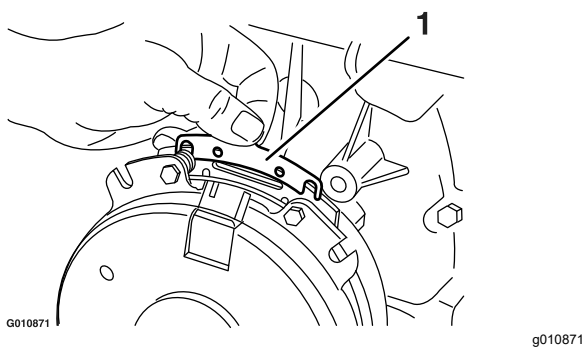

Figura 83
- B. Usando un alicate de punta fina, o a mano, sujete la pestaña y retire el suplemento (Figura 83).
Retire cualquier acumulación de hierba, suciedad u otros residuos de la rejilla del motor. Esto ayuda a asegurar una refrigeración adecuada y una velocidad de motor correcta, y reduce la posibilidad de sobrecalentamiento y daños mecánicos al motor (Figura 83).